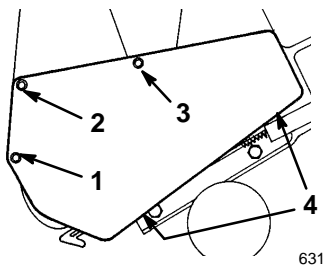

Abbildung 20
2. Drei Schneidschrauben, zwei Kopfschrauben, eine Unterlegscheibe und zwei Sicherungsmuttern entfernen, mit denen die Riemenabdeckung am Schneefräsenrahmen befestigt ist (Abb. 20). Die Antriebsriemenabdeckung zur Seite legen.